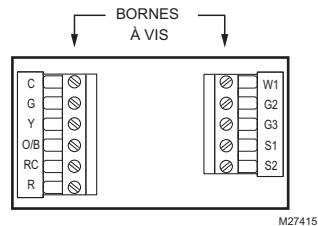

Fig. 4. Étiquettes des bornes pour type de système.
1. Choisir les étiquettes des bornes qui correspondent à votre type de système (classique or thermopompe). (Voir Fig. 4).